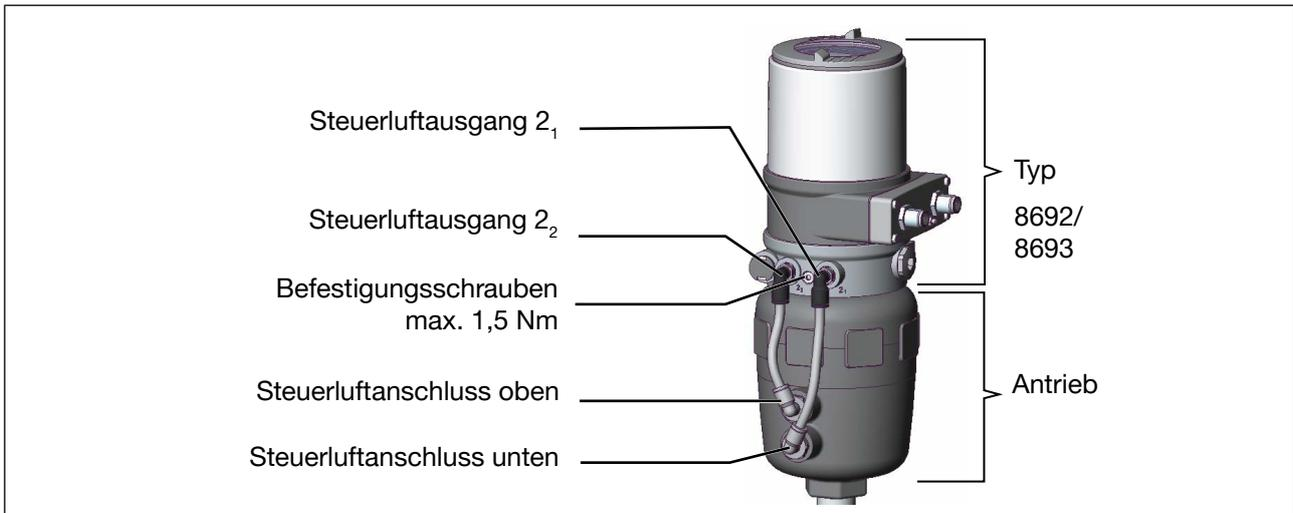

Bild 20: Montage des Typs 8692/8693 an Prozessventile der Reihe 26xx und 27xx
Darauf achten, dass die pneumatischen Anschlüsse des Typs 8693/8693 und die des Antriebs vorzugsweise vertikal übereinander liegen (siehe Bild 20).
- Den Typ 8692/8693 mit den beiden seitlichen Befestigungsschrauben auf dem Antrieb befestigen (siehe Bild 20). Dabei die Schrauben nur leicht anziehen (maximales Anziehdrehmoment: 1,5 Nm).